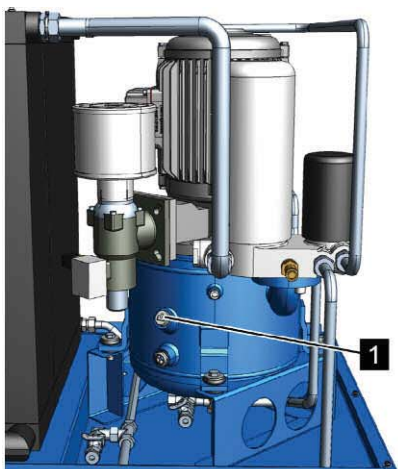

Рис. 32: Резьбовая пробка наливного отверстия
5. Отверните резьбовую пробку наливного отверстия (Рис. 32/1), извлеките ее и проследите за тем, чтобы не потерялось уплотнительное кольцо.
8. Вставьте резьбовую пробку наливного отверстия (Рис. 32/1) и затяните ее ☞ Приложение В «Моменты затяжки винтов» на странице 120.